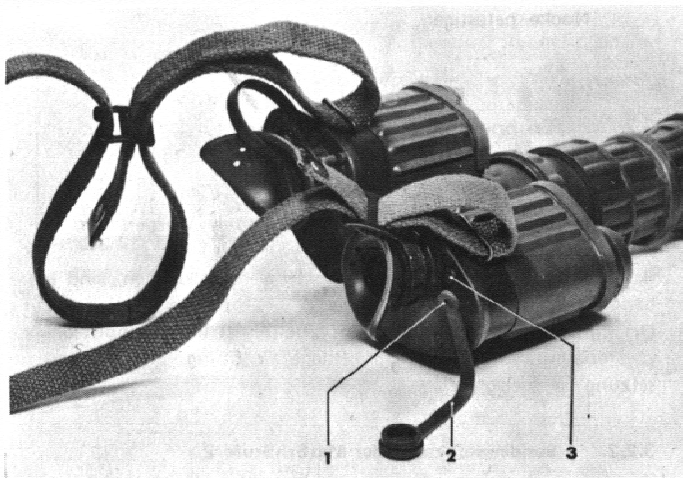

Bild 7 Auswechseln des Trageriemens und der Abdeckpfropfen
3.1.4.5. Auswechseln des Trageriemens (Bild 7)
3.1.4.6. Auswechseln der Abdeckpfropfen (Bild 7)